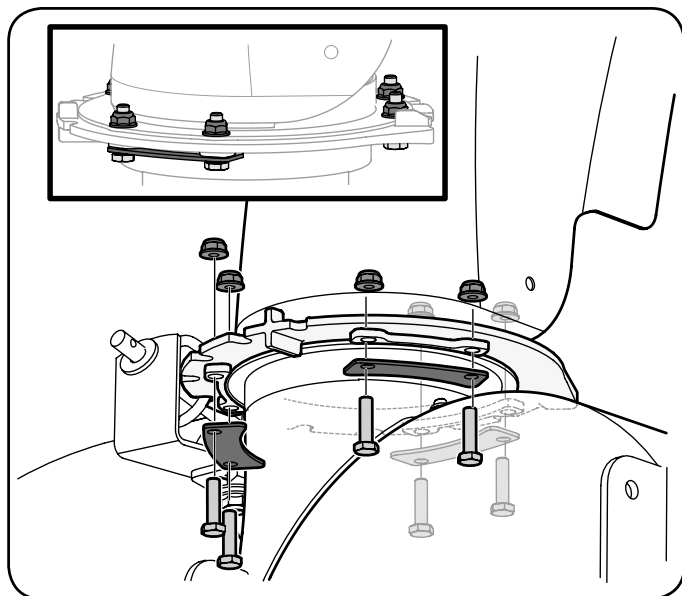

Рисунок 3-18
- Используя два ключа на  $\frac{7}{16}$ » (11 мм), притяните желоб к кольцу с помощью трех фланцедержателей и шести винтов с шестигранной головкой с фланцевыми гайками, как показано на рис. 3-18.